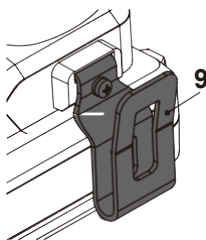

Fig. 1
1. Positionnez la commande du sens de rotation avant/arrière (6) en position centrale (verrouillage).
2. Fixez le clip ceinture (9) à la fente et fixez-le avec la vis (Fig. 1).